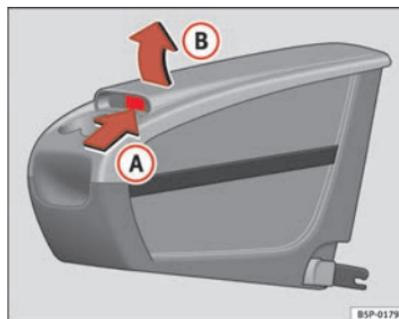

Fig. 115 Porta-objectos móvel. Abertura
- Levantar a tampa **B**, pela zona **A** ⇒ página 156, fig. 115.